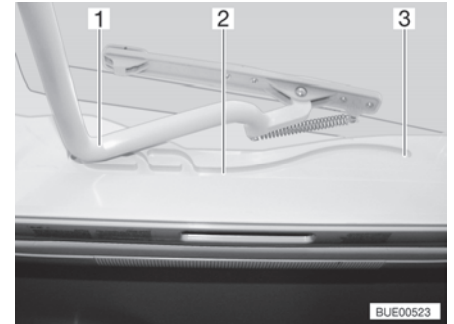

Fig. 55 Guía (claraboya Heki)
- Tirar el estribo (Fig. 55,1) en las guías (Fig. 55,2) hasta la posición trasera final (Fig. 55,3).
- Empujar el estribo (Fig. 55,1) ligeramente hacia arriba con ambas manos.
- Tirar el estribo en las guías (Fig. 55,2) hasta la posición deseada.